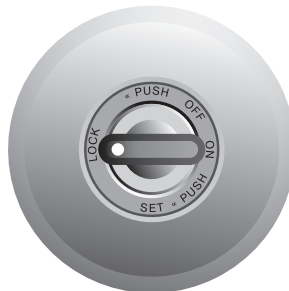

Рис. 2
- **Двусторонний ключ фирмы «Abloy»** (рис. 1) является органом управления механизмом замка и включением зажигания. При помощи вращения ключа из положения «**LOCK**» - в положение «**ON**», происходит разблокировка рулевого вала автомобиля и включение зажигания. Ключ вынимается и вставляется в замок только в положении «**LOCK**» (рис. 2). Ключ фиксируется в замке при положении «**ON**», «**OFF**» или «**SET**».
**4.1.** Положение ключа «**LOCK**». Исходное положение ключа в режиме «**LOCK**» - все выключено, ключ вынимается и вставляется, рулевой вал автомобиля и выключатель стартера заблокированы (рис.2). Для разблокирования вала рулевого управления, вставьте ключ в механизм секрета, и слегка вращая рулевое колесо вправо-влево, поверните ключ до упора из положения «**LOCK**» по часовой стрелке в положение «**ON**» (рис 4). Рулевой вал разблокирован, зажигание включено.